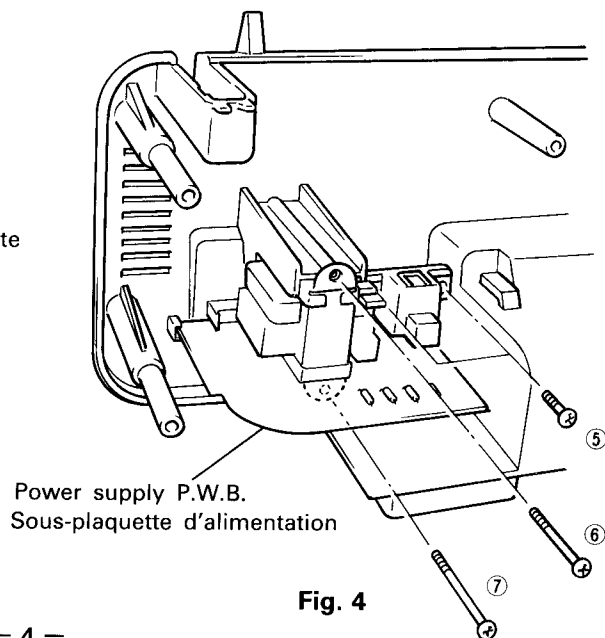

Fig. 4
4. Power supply P.W.B. (Fig. 4)
4. Sous-plaquette d'alimentation (Fig. 4)